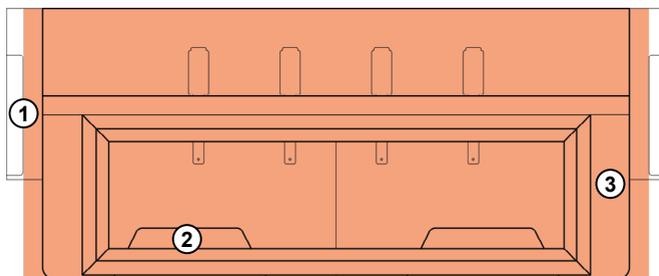

Abb. 10: Arbeitsbereich des Pantographens
**Nicht im Arbeitsbereich des Pantographens (Abb. 10) auf die Tischplatte aufstützen oder in den Tischplattenausnehmungen anlehnen!** Die schnellen Bewegungen des Pantographens können bei Kontakt Prellungen, Quetschungen und Scherverletzungen verursachen! (Abb. 11).